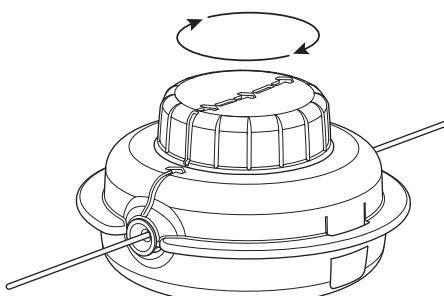

Fig. 15
- Gire la perilla de impacto en el sentido de las agujas del reloj para enrollar el hilo hasta que sobresalgan aproximadamente 5 pulgadas (12.7 cm) por cada lado del cabezal de corte (Fig. 15). **NO** oprima la perilla de impacto mientras se enrolla el hilo.